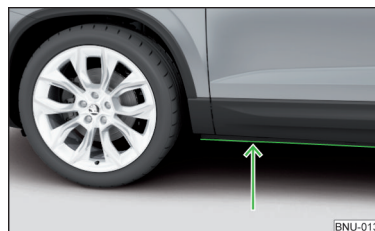

Fig. 256
- Avant de franchir une nappe d'eau, déterminez la profondeur de l'eau. Le niveau de l'eau ne doit pas dépasser le longeron inférieur » fig. 256.